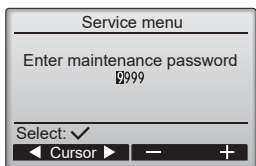

Fig. 7-2
- (1) Dans le Menu principal, sélectionnez "Service" puis appuyez sur la touche [F1].
- (2) Lorsque le menu SAV est sélectionné, une fenêtre apparaît et vous invite à saisir le mot de passe. (Fig. 7-2)